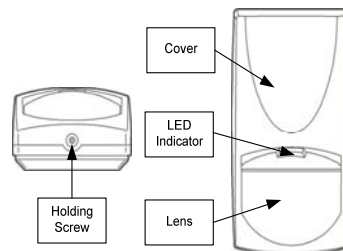

Fig.3
1. Per rimuovere il coperchio frontale, svitare la vite e delicatamente sollevare il coperchio.(fig. 3)